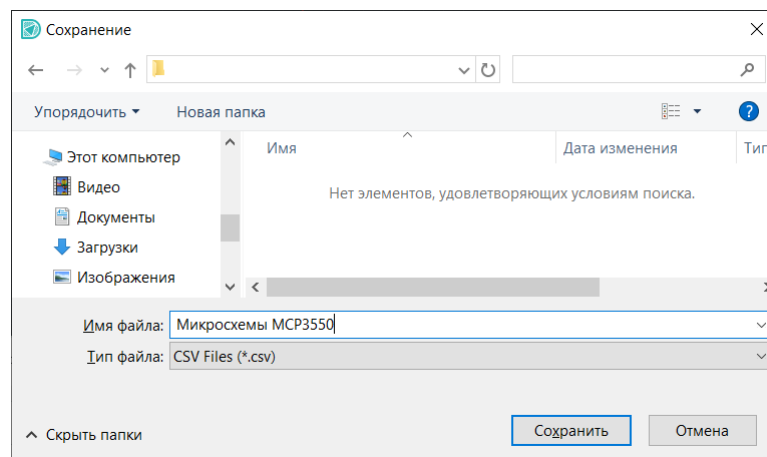

Рис. 315 Указание имени и места сохранения экспортируемого файла с данными радиодеталей
2. Укажите в окне проводника место сохранения и имя файла, см. Рис. 315.